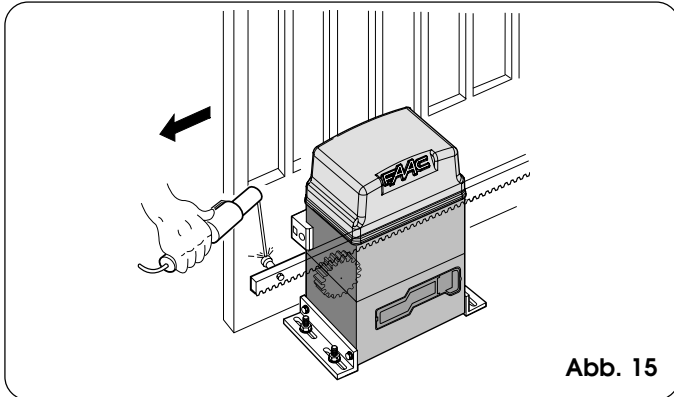

Abb. 15
- 3) Das erste Stück der Zahnstange waagrecht auf dem Ritzel ablegen und den Gewindesperrzahn auf dem Tor anschweißen, wie in Abb. 15 angeben.